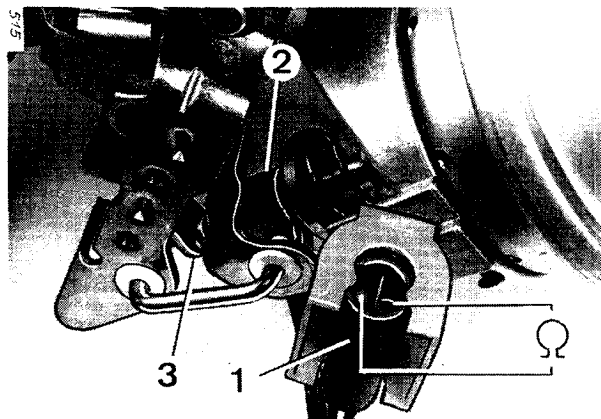

Bild 3
2. LEERLAUFSCHALTER (Bild 3)
- Widerstand am Stecker (1) des Leerlaufschalters (2) messen.